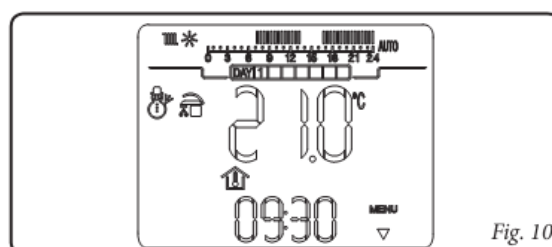

Fig. 10
- Talv  on selline töörežiim, kus seade kütab nii sooja tarbevett kui ka tuba. Seade võib töötada automaat- ja käsirežiimis. Lähemalt v.t. pt.6. Tablool inditseeritakse kellaaja ja nädalapäeva, ruumitemperatuuri näidud ja kütte temperatuuride ajakava vastavate sümbolitega. (fig.10)